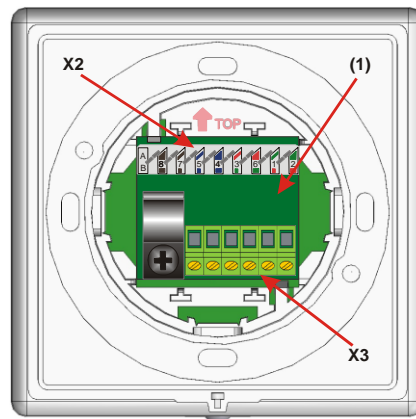

Abbildung 3: Rückansicht mit eingearasteter Anschlussplatine (1)
- Anschlussplatine von hinten in das Gehäuseunterteil einrasten (siehe: Abbildung 3).